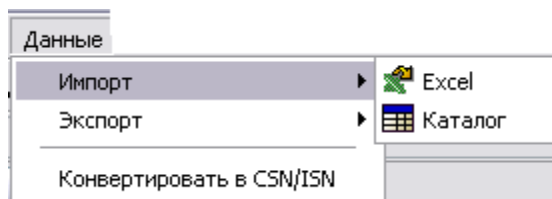

Рис. 6.30
1. В меню **Данные** выберите пункт **Импорт** и в открывшемся списке укажите вариант импорта **Excel** (Рис. 6.30) .